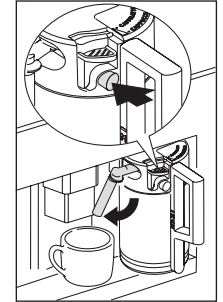

Рис. 33
- ▶ Установите краник выдачи молока Рис. 33 а затем поставьте чашку достаточной емкости под краники для кофе и молока.
- ▶ Поставьте емкость под краник выдачи молока (Рис. 33).
- ▶ Поставьте емкость под трубку выдачи молока, нажмите кнопку очистки (C3) (на стр. 140) на колбе для молока и удерживайте ее минимум 5 секунд (Рис. 33). На дисплее появится сообщение CLEANING (ОЧИСТКА)!